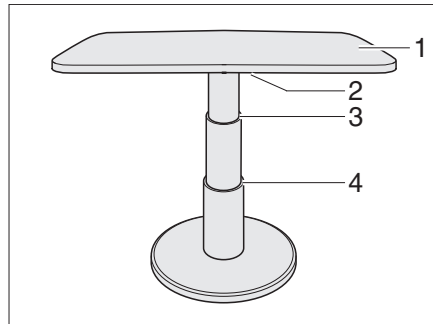

Fig. 88 Mesa elevadora del grupo de asientos circular
- Girar la palanca de bloqueo (Fig. 88,2) hacia la izquierda. El bloqueo está abierto.
- Presionar el tablero de la mesa (Fig. 88,1) por el centro hacia abajo hasta el tope deseado (Fig. 88,3 ó 4) y manténgalo presionado.
- Girar la palanca de bloqueo (Fig. 88,2) hacia la derecha. La mesa elevadora está bloqueada.